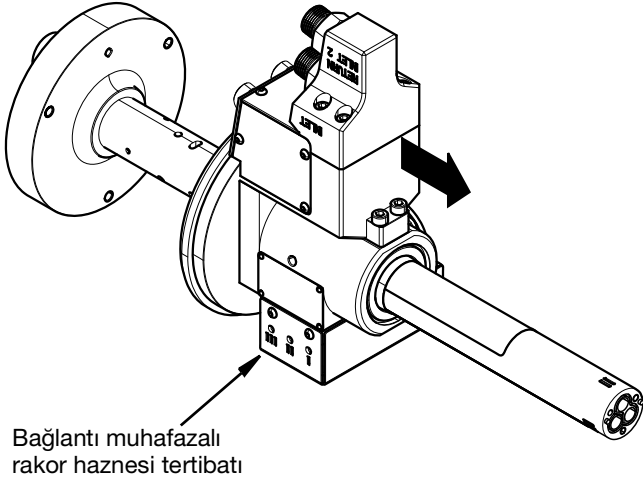

FIG. 17
9. Rakor muhafazası tertibatını bağlantı muhafazasıyla birlikte kaydırarak çıkarın. Bkz. FIG. 17.